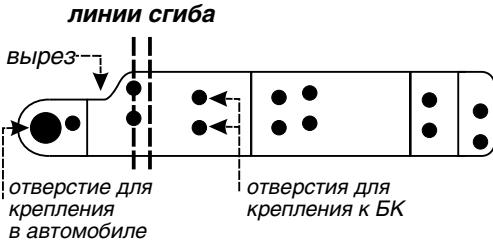

Рис. 2.19
Кронштейн, внешний вид которого приведен на рис. 2.19, представляет собой металлическую пластину.
6. Согните пластины по линиям сгиба, рис. 2.19, так, как показано на рисунке 2.20. Учитывайте, что кронштейны будут устанавливаться один с правой, другой с левой стороны, согбайте их в противоположные стороны (зеркально).